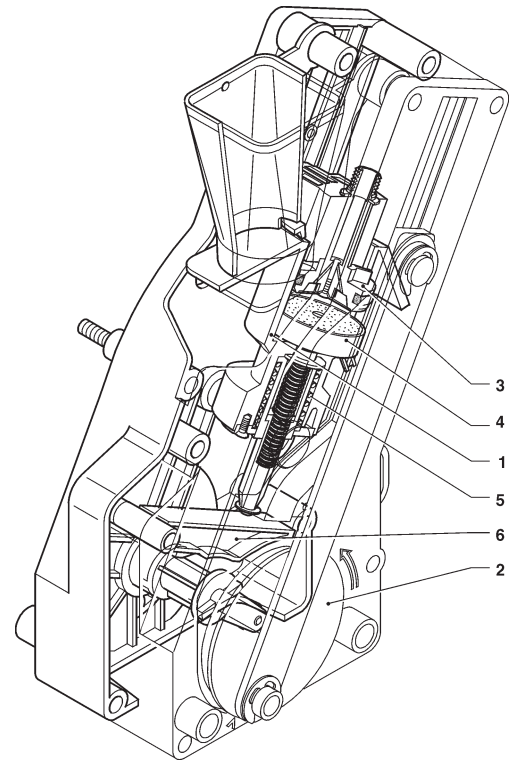

Fig. 18
La manivela del motorreductor aplicada en el disco externo (2) al grupo, rueda 180° causando la oscilación de la cámara de infusión y la bajada del pistón superior (3) (véase la fig. 18).